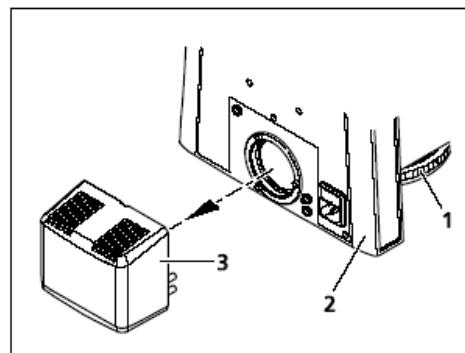

图 3-21 更换 HAL 50 卤素灯
- 从主机的后面(图 3-21/2)取下 HAL 50 卤素灯(图 3-21/3)，将开口的一面向上放下。
灯光强度可以通过显微镜的控制轮(图 3-21/1)控制。